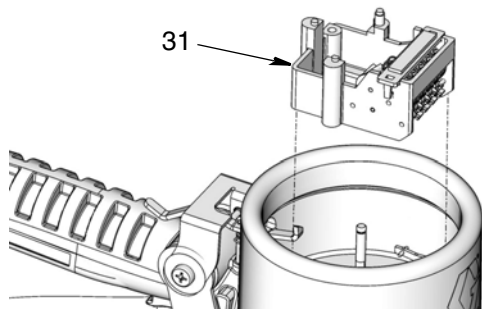

Рис. 30
6. Снимите весь узел счетчика (31) (Рис. 30).